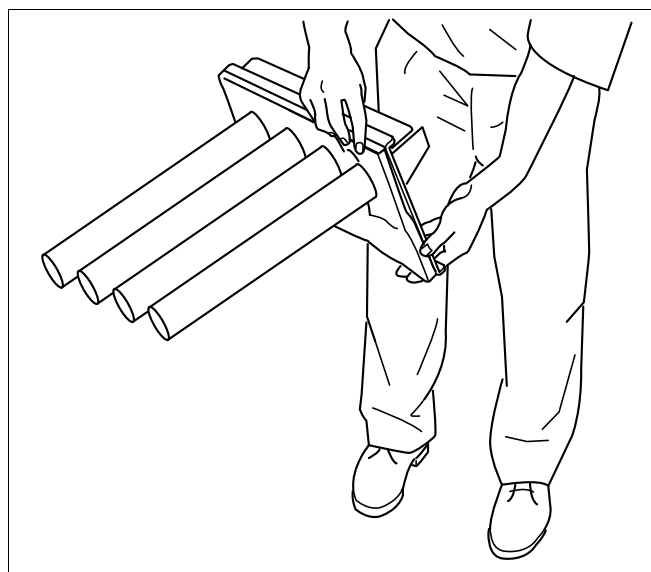

Рис. 44 Опрокидывание горелки
- Остатки воды удалите, опрокинув горелку (рис. 44).